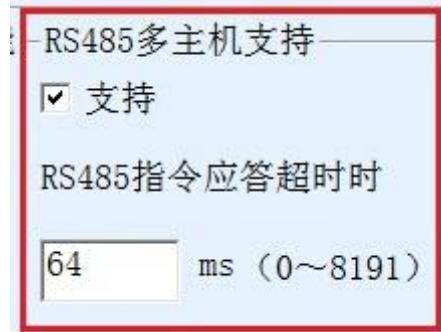
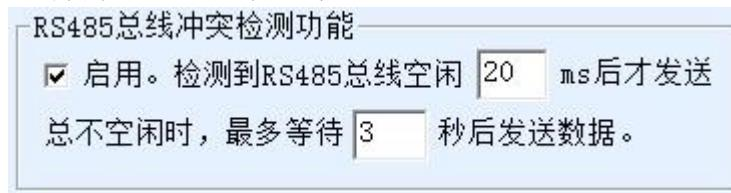

图 41 RS485 多主机支持
图 42 RS485 防冲突空闲时间
1. 图 42 所示为“RS485 总线防冲突时间”，一般可以设置为参数配置界面右下角的“数据包间隔”的两倍，但是最小不能小于 20。
2. 图 41 所示为“RS485 指令应答超时时间”，一般根据来回应答的指令长度决定，如果发送指令为 N 字节，应答为 M 字节，那么建议设置的值为：“数据包间隔”  $\times$   $(N+M+5)$  +100。
此时需要注意的是需要将图 42 所示为“RS485 总线防冲突时间”和图 41 所示为“RS485 指令应答超时时间”的两个勾去掉。否则无法实现上述转发功能。